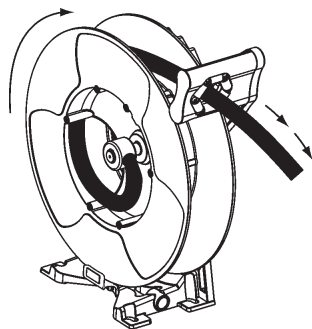

Fig. 11
1. Extraiga unos 10 pies (3 metros) de manguera y trinquete la manguera (fig. 11).